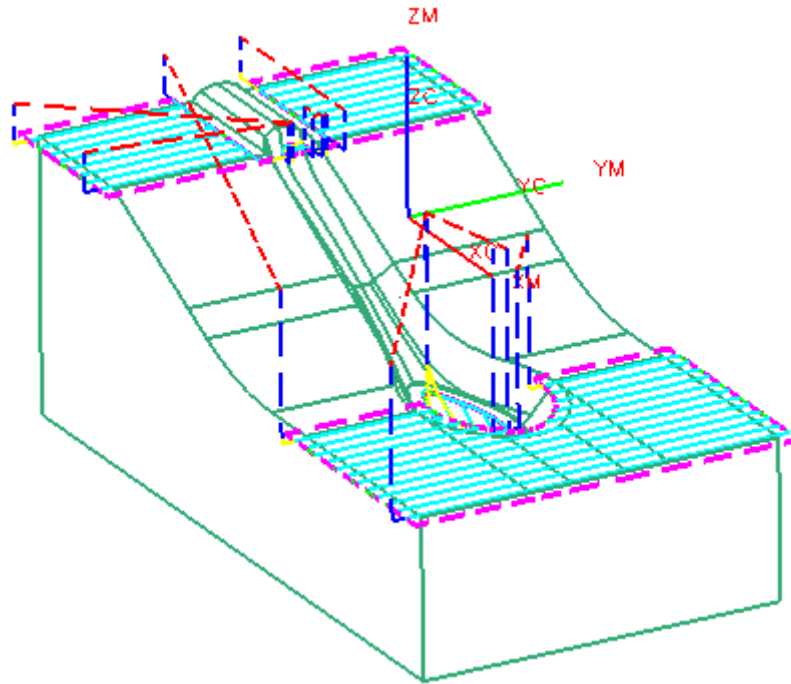

图 9-159
- 单击 ，生成如图 9-159 所示的刀轨，单击 O K。